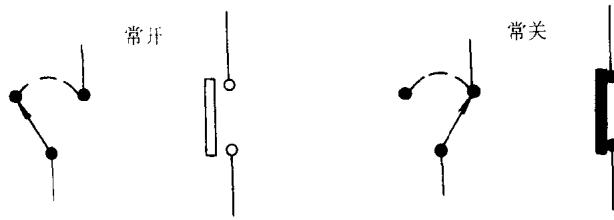

图 0-5 一般开关状态的表示
(3) 控制电路中有关开关位置的说明 在控制电路中一般开关的状态是按图 0-5 所示来表示的，并且应说明在何种情况下开关所处的位置。例如：点火开关置于断开位置；车门、发动机舱盖、行李舱盖关闭；制动踏板未踩下；驻车制动未松开等。对多路开关的状态，一般